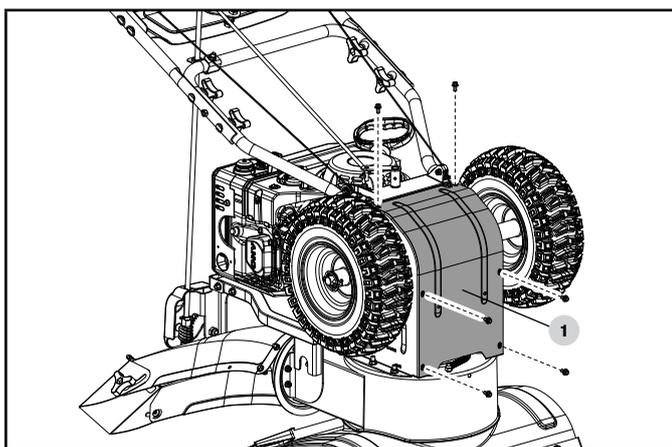

Figure 48A
2. Enlevez le couvercle de la base du châssis (1) du dessous de la souffleuse à neige en enlevant les 6 vis M6 × 16 qui le retiennent. (figure 48A)